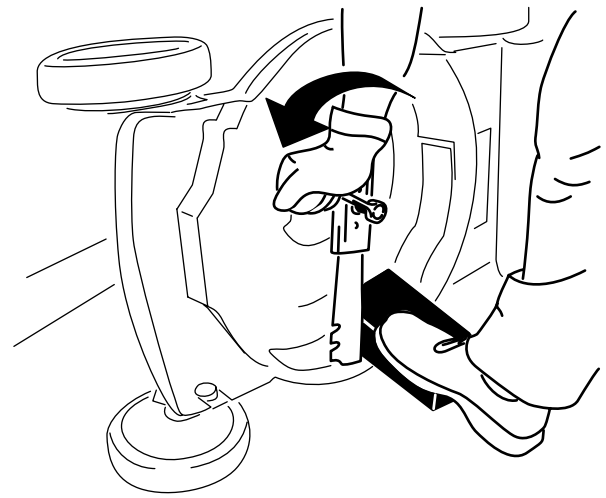

Figure 19
2. Immobilisez la lame avec un morceau de bois (Figure 19).
3. Retirez le boulon de lame, le support et la lame; conservez le support et le boulon de lame (Figure 19).